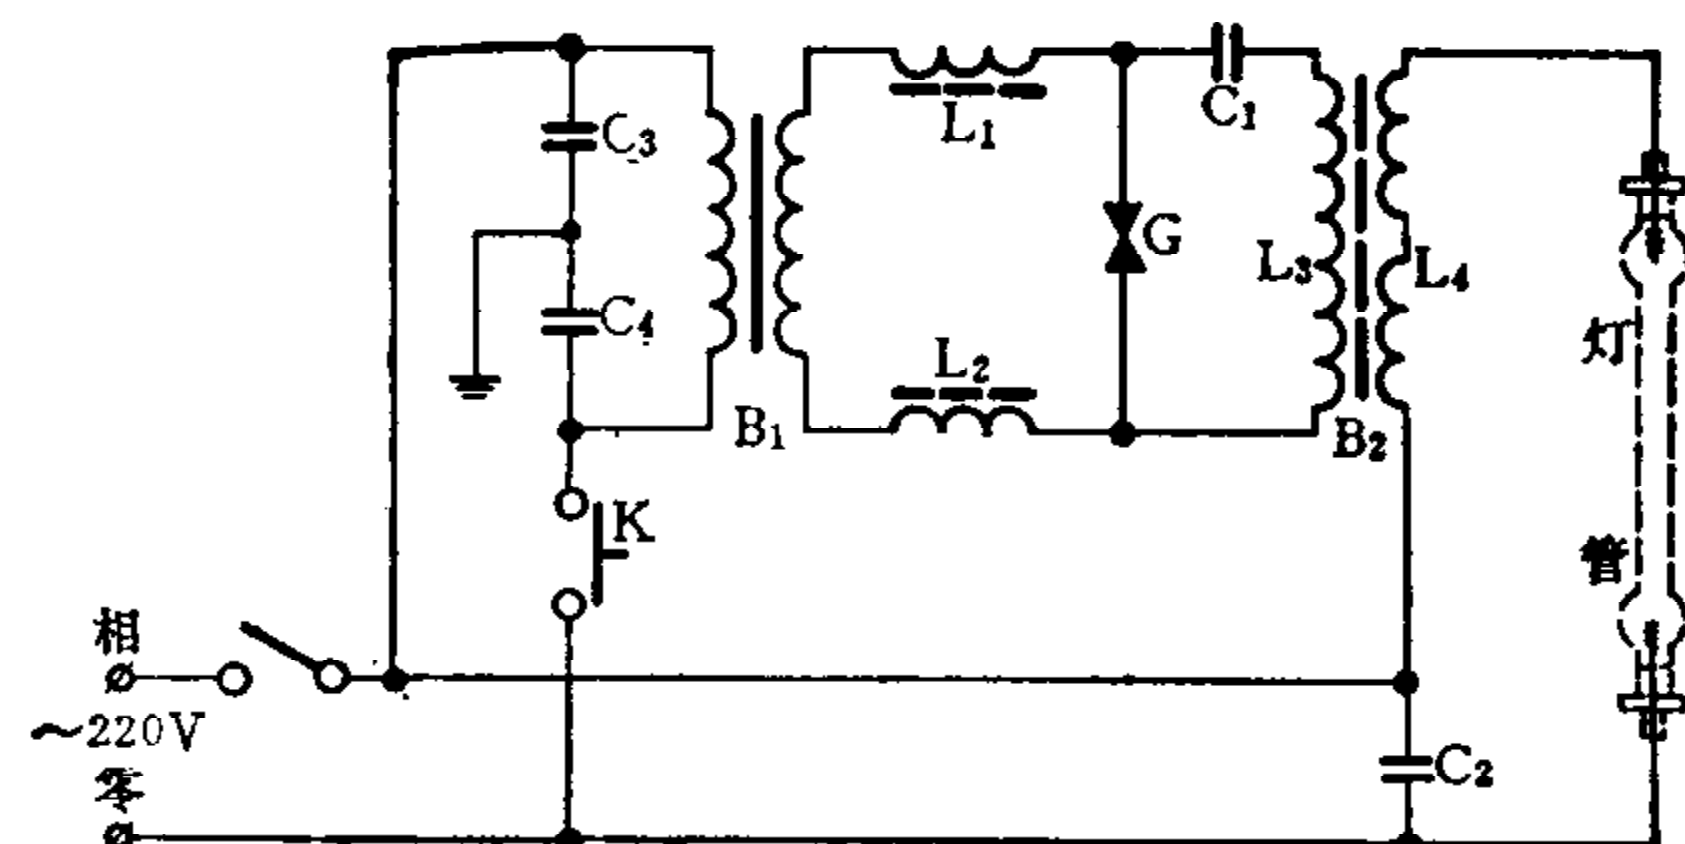

图 39-2-12 XC-S20A 型触发器工作线路
(1) 变压器火花型触发器。大功率管形汞灯均用此类触发器,如XG-20000型管形汞灯配用的XC-S20A型触发器,它的工作线路见图39-2-12。灯的点燃过程为:按下K,  $B_1$ 次级以3.5~5千伏向  $C_1$ 充电,当  $C_1$ 的电压升高到火花间隙G的击穿电压时,即由  $C_1$ 、G、 $L_3$ 构成衰减式振荡回路,并在  $B_2$ 的次级  $L_4$ 上感应出20~30千伏的高频高压,使灯管起弧。 $C_2$ 的作用是防止高频高压对电网的影响。当灯管容量不同时,所采用触发器的具体线路和元件参数亦有所不同,但其工作原理是相似的。